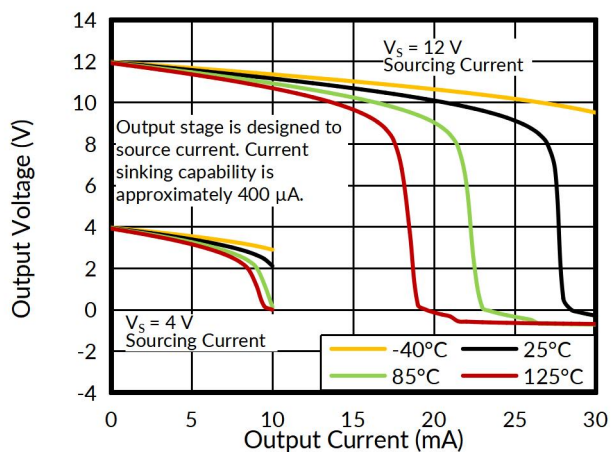

图 6. 正输出电压摆幅与 输出电流
- (1) 25°C下进行 100% 生产测试。工作温度范围内的限值通过统计质量控制 ( SQC ) 方法的相关性来确保。
- (2) 典型值代表特性测定时确定的最可能的参数标准。实际典型值可能随时间变化，并取决于应用和配置。
- (3) 总输出误差包括增益误差和 VOS 的影响。
- (4) 见图6。
- (5) 由设计指定。
- (6) 有关该操作区域的详细信息，请参见第 8.4.2 节。